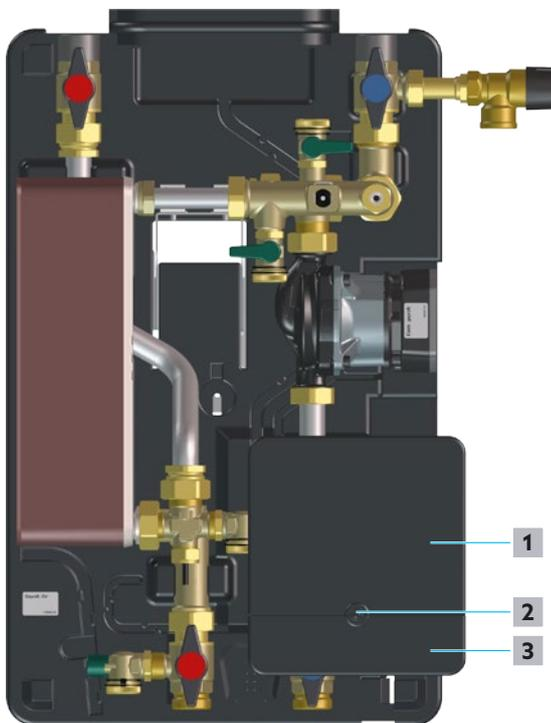

Fig. 22: Ouverture du régulateur
- 3 Desserrer la vis (position 2 sur la Fig. 22 en page 28) et la mettre de côté.
- 4 Faire glisser le capot du panneau de raccordement (position 1 sur la Fig. 22 en page 28) vers le haut jusqu'à ce qu'il s'enclenche de manière audible.
- 5 Rabattre le capot des câbles d'alimentation (position 3 sur la Fig. 22 en page 28).